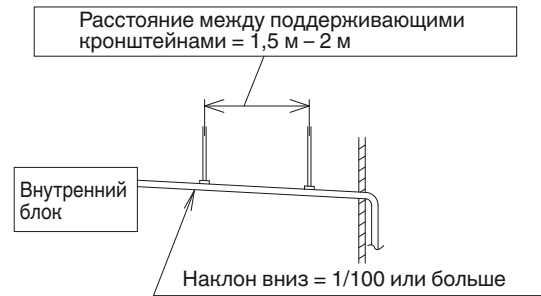

Рис. 3-8
- Убедитесь, что дренажная труба установлена с наклоном вниз (1/100 или больше по отношению к соединению с дренажным портом). (Рис. 3-8)